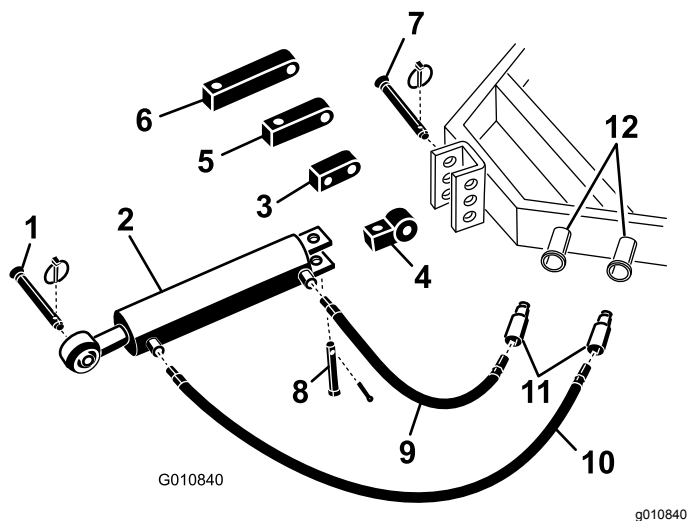

图5
1. 使用随牵引车提供的柱销将液压顶部连杆的连接杆端固定到牵引车 图5。摆放液压顶部连杆使杆端朝向牵引车。油缸的各端口应朝向牵引车的辅助动力液压装置。
注意 如果液压油缸的放置必须使端口朝向上方请使用旋转垫块重新调整油缸的位置而不是使用标准安装垫块 图5。可以使用 90° 液压接头替代旋转垫块接头未提供。
- A. 取下将标准连接杆固定到油缸上的开口销和柱销 图5。从油缸上卸下连接杆。
- B. 使用之前卸下的柱销将旋转垫块安装到油缸上 图5。
- 将 107cm 长液压软管连接至最靠近打孔机的液压顶部联杆端口图5。在管螺纹上缠绕管螺纹密封胶带或防松螺纹油防止发生泄漏。
- 将 76cm 长液压软管连接至最靠近牵引车的液压顶部联杆端口图5。在管螺纹上缠绕管螺纹密封胶带或防松螺纹油防止发生泄漏。
如果液压油缸无法够到到打孔机安装支架请使用延长垫块将油缸连接到牵引车上而不是使用标准安装垫块图5。
- 取下将标准连接杆固定到油缸上的开口销和柱销图5。从油缸上卸下连接杆。
- B. 使用之前卸下的柱销将所需长度的延长垫块安装到油缸上 图5。